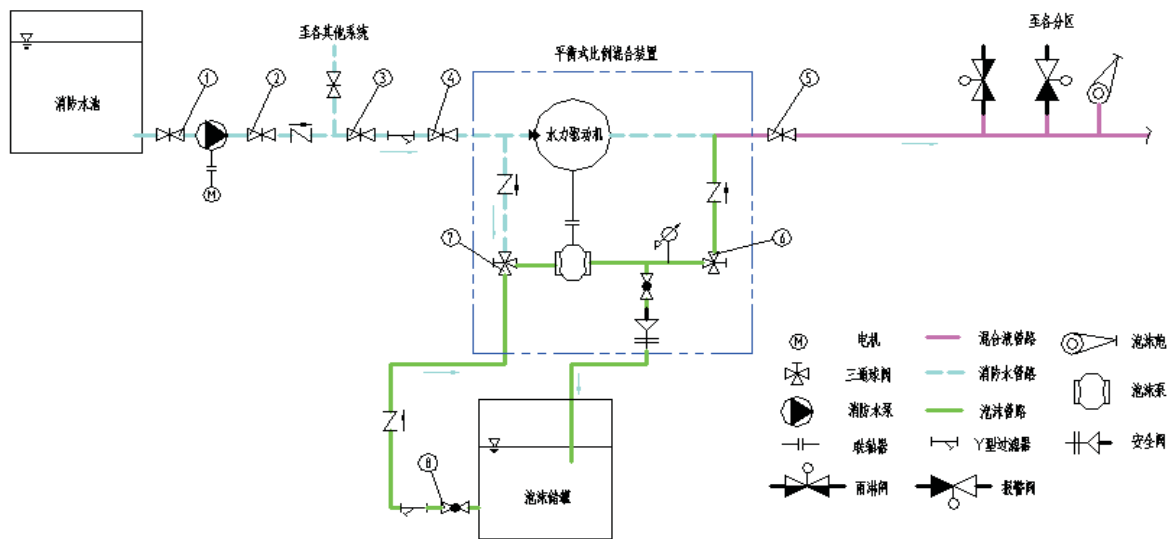

图1 平衡式比例混合装置(机械泵入式)管路连接示意图
管路设置可参照平衡式比例混合装置示意图1，由于水轮机内部构造较精密，要求在进水管路中增加Y型过滤器，过滤网 ≥ 48 目（对于消防水质不太理想的，可设置两重过滤器：一粗过滤器在前，一细过滤器在后）。
- ★ 设置DN25L型三通换向阀(见图1 ⑥)在"泵-混合液通道"的位置。
- ★ 设置DN40L型三通换向阀(见图1 ⑦)在泵-泡沫液储罐的位置并打开排气阀，比例混合装置开始吸入泡沫液。直到泡沫液从排气阀排出时，关闭排气阀。
- ★ 如果吸入端管路很长，或有许多弯头等其他装置，DN40L型三通换向阀（见图1 ⑦）应该先接通"泵-冲洗管"通道使管道内充满消防水，这样隔膜泵在开启时就不会干转。
5.1 使用操作步骤：（序号见图1）